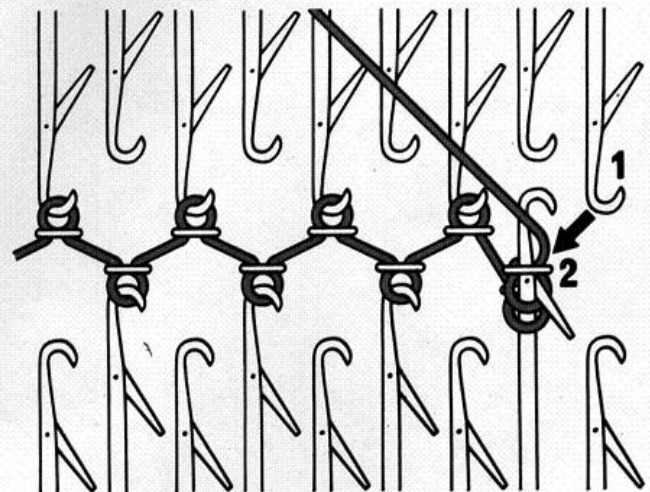

Fig. 49
- Poser la laine dans le crochet de l'aiguille (2) (fig. 49).